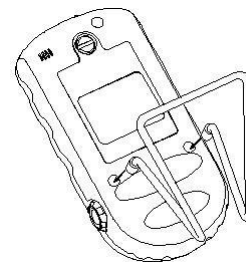

図 2-3
4) 図 2-3 に示すように固定ホルダーを固定して下さい。